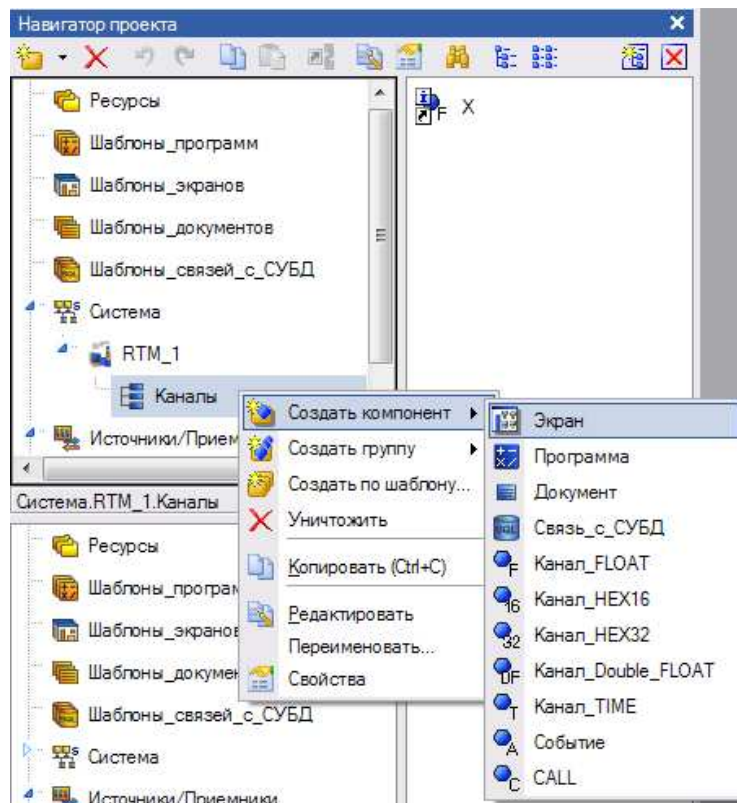

Рис. 3.16 Создание экрана
8. **Создание экрана.** Выделите группу *каналы*, вызовите контекстное меню. В контекстном меню выберите строку *создать компонент*. Среди предложенных компонентов следует выбрать *экран* (рис. 3.16).